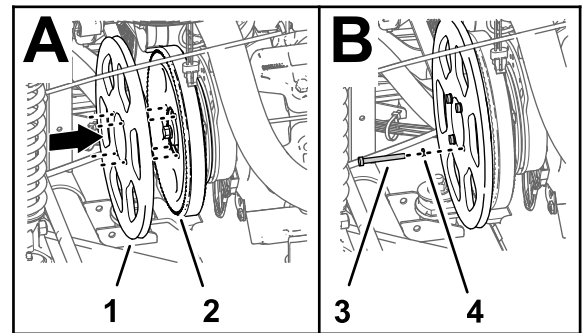

图180
4. 将交流发电机套件皮带轮上的孔与打药机泵皮带轮上的孔对齐图180。